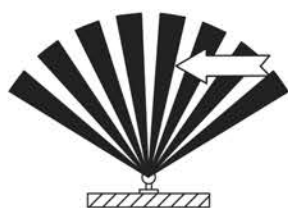

Рисунок 10 – Чувствительность датчиков движения
– наибольшую чувствительность датчик движения имеет, когда движущийся объект перемещается перпендикулярно лучам зоны обнаружения (рисунок 10);